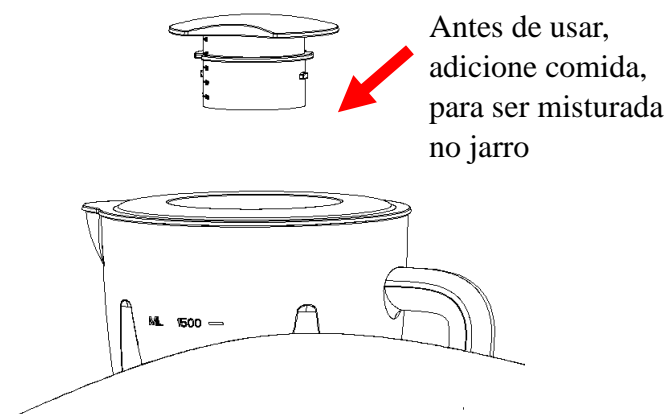

Fig.6
2. Coloque os alimentos a serem misturados no frasco (veja a Fig. 6). Normalmente é necessário adicionar uma certa quantidade de água potável para facilitar o bom funcionamento do aparelho. A proporção de alimentos e água é de 2:3. A quantidade da mistura não deve exceder o nível máximo indicado no frasco.